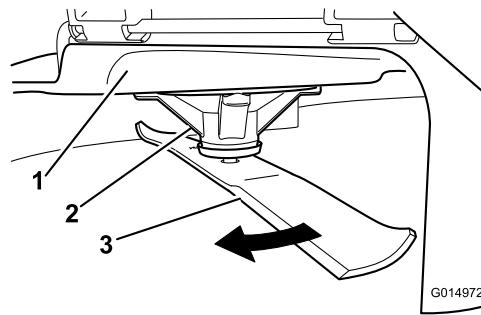

Figura 85
2. Llevando guantes fuertemente accolchados u otro tipo de protección apropiada para las manos, gire la cuchilla lentamente hasta una posición que permita medir la distancia entre el filo de corte y la superficie nivelada en la que descansa la máquina (Figura 85).